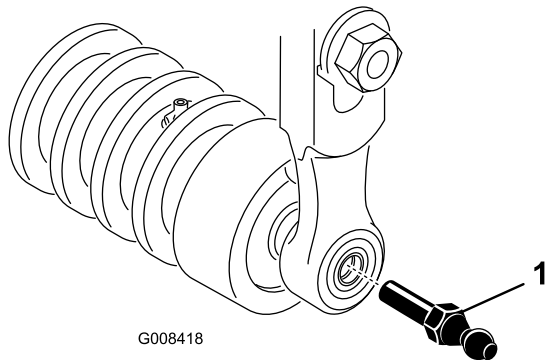

図 16
5. カッティングユニットの前ローラの左右両端にボールスタッドを取り付ける (図 16)。